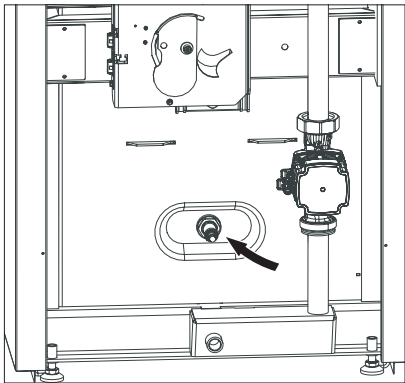

Fig. 41 Staccare la sonda Lambda ed estrarla
- ▶ Staccare la sonda Lambda ed estrarla con una chiave fissa (apertura 22) (Fig. 41). Rimuovere le impurità con cautela utilizzando un pennello o un panno morbido.